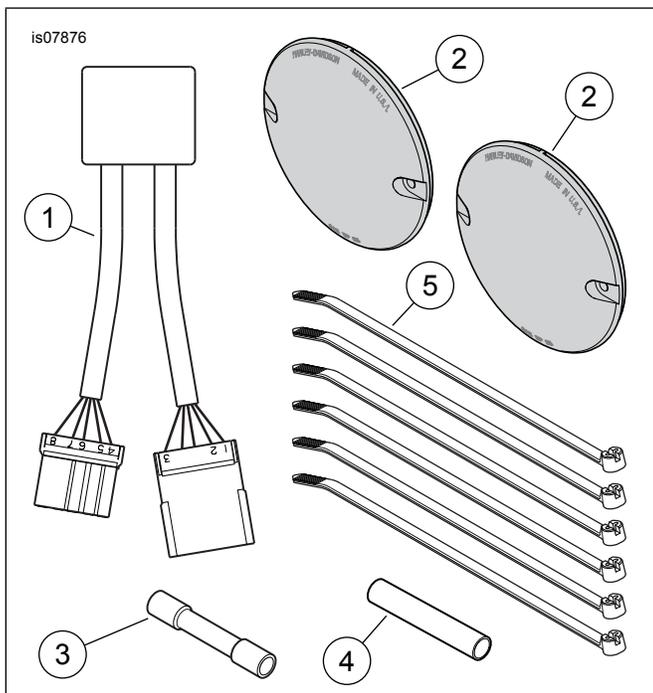

Figura 3. Piezas de servicio, kit de conversión de las señales de giro/marcha/freno auxiliares
Vea Figura 3 y Tabla 1.
2. Vea Figura 3. Tome el módulo de las señales de giro (1) del kit. Acople los conectores del módulo con los conectores del paso 1. Encaje a presión en su lugar.
6. Vea Figura 3. Obtenga uno de los lentes rojos para las señales de giro (2) del kit. Instale el lente rojo en la caja de la señal de giro trasera. Sujételo con los tornillos originales. Apriete firmemente. Repita los pasos para el otro lente.